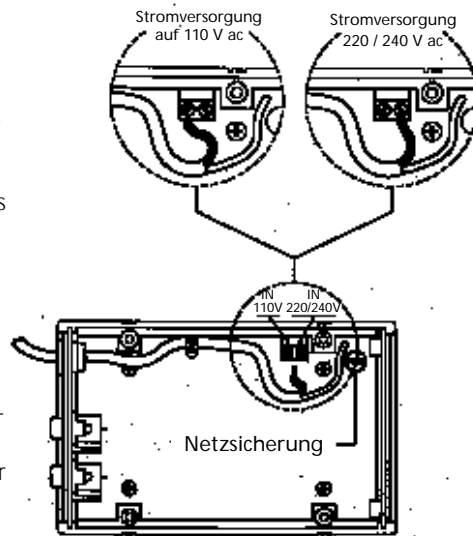

Abb. 2
- après avoir dévissé la vis de la borne marquée "IN220/240V" (fig. 2), déplacer le câble et brancher ses conducteurs à la borne marquée "IN110V". Nous vous recommandons de vérifier l'exécution correcte du nouveau branchement qu'il n'y ait pas de brins libres qui puissent causer de court-circuit entre les deux bornes.